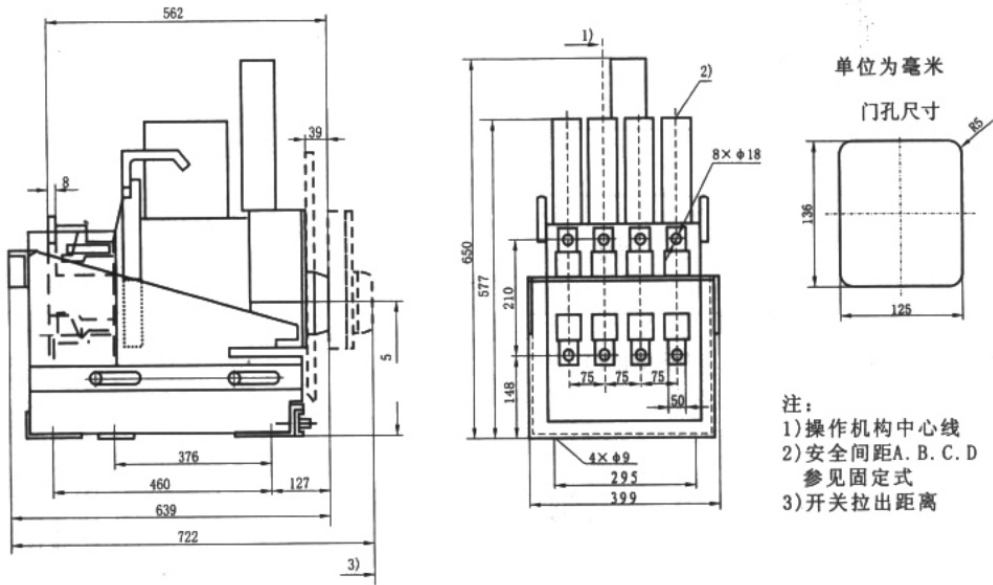

图30 RDW17-630~1600四极抽屉式外形及安装尺寸
8.7.12 RDW17-630~1600四极抽屉式断路器外形及安装尺寸见图30